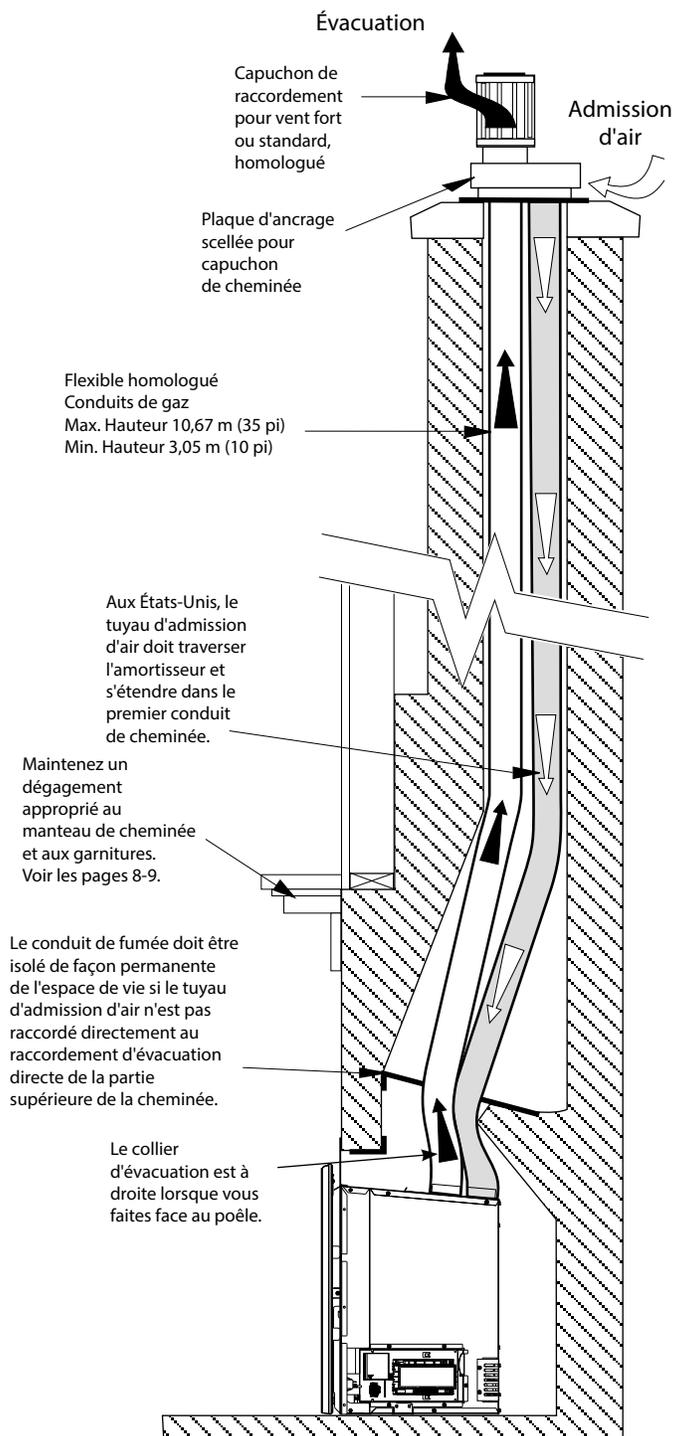

Figure 6.1. Configuration de l'évacuation pour foyer de maçonnerie. AU CANADA : L'admission d'air doit être raccordée au capuchon de cheminée.
- La hauteur minimale du capuchon de raccordement du haut de l'unité doit avoir au moins 3,05 m (10 pi), et la hauteur maximale ne doit pas dépasser 10,67 m (35 pi). Voir les figures 6.1 - 6.2.
Cet appareil doit être ventilé par la cheminée à l'aide d'une paire de tuyaux flexibles en aluminium de 76 mm (3 po) homologués pour être utilisés avec des appareils à gaz. Un conduit est fixé à l'orifice d'évacuation sur le haut de l'unité et transportera les gaz d'échappement à l'extérieur de la maison. Ce conduit d'évacuation doit s'étendre sur toute la longueur de la cheminée et être directement relié au capuchon de raccordement de la cheminée. Voir les figures 6.1 - 6.2.
Si le flexible d'admission d'air ne s'étend pas sur toute la longueur de la cheminée et n'est pas relié à l'unité et au capuchon de raccordement - UNE PLAQUE D'OBTURATION NON COMBUSTIBLE DOIT ÊTRE CONSTRUITE ET INSTALLÉE AU-DESSUS DE L'UNITÉ DESSOUS L'EXTRÉMITÉ DU CONDUIT D'ADMISSION (normalement à la zone d'amortissement). Voir figure 6.1.